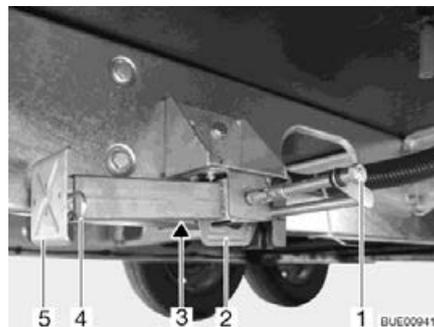

Bild 60 Hubstütze
- Am Sechskant (Bild 60,1) den Steckschlüssel aufstecken und drehen, bis die Hubstütze senkrecht nach unten steht.
- Wenn die Länge der Hubstütze verstellbar ist, den Splint (Bild 60,4) aus der Stützfußverlängerung (Bild 60,5) herausziehen.
- Am Sechskant (Bild 60,1) den Steckschlüssel aufstecken und drehen, bis die Hubstütze wieder vom Boden frei ist.
- Stützfußverlängerung (Bild 60,5) ganz einschieben und Splint (Bild 60,4) in die vorgesehene Bohrung an der Stützfußverlängerung stecken.
- Am Sechskant (Bild 60,1) drehen, bis die Hubstütze nach oben geschwenkt ist und die Führung (Bild 60,2) ganz am Ende des Schlitzes (Bild 60,3) ansteht.